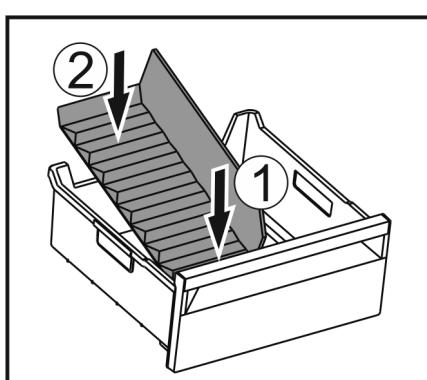

Fig. 121
- Vložte prednú časť oddelovača zásuvky na ľad. Fig. 121 (1)
- Spusťte zadnú časť oddelovača zásuvky na ľad až na dno zásuvky. Fig. 121 (2)